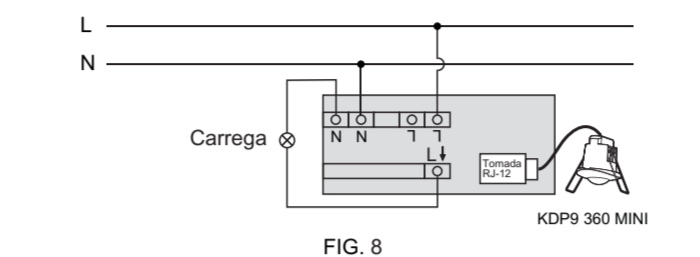

FIG. 8
- Para iluminação (Ver FIG. 8).